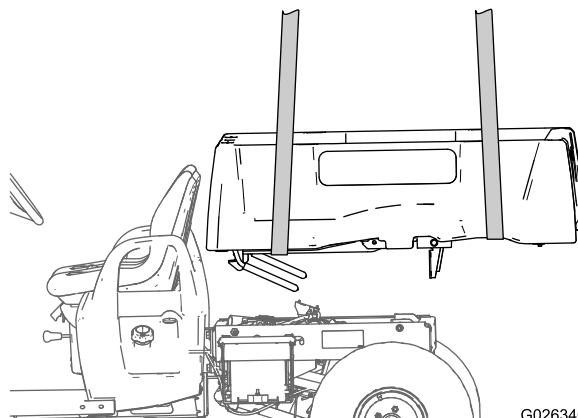

Figure 5
10. Soulevez le plateau et déposez-le de la machine (Figure 5).
12. Soulevez le plateau et déposez-le de la machine (Figure 5).